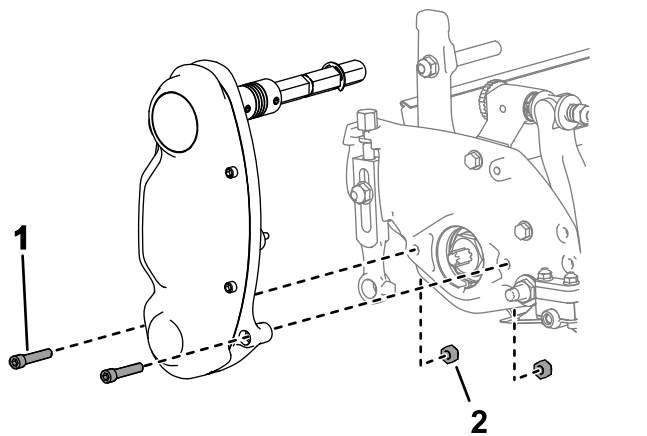

图 13
- 卸下将滚刀驱动组件固定到侧板上的五金件图 13。
2. 从侧板内部拆下螺母图 13。